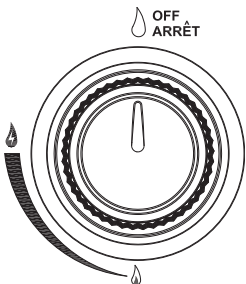

Figura 3
- Asegúrese de que la perilla de control del regulador esté a la posición “OFF” (Apagado) vea la Figura 3.
- Gire la perilla de control del regulador a la posición “OFF” (Apagado), vea Figura 3.
- Asegúrese de que la perilla de control está en la posición “OFF” (Apagado) vea la Figura 3.
- La perilla de control debe estar en la posición “OFF” (Apagado) (vea la Figura 3).
- Gire la perilla de control a la posición “🔥 OFF” (Apagado) (vea la Figura 3).